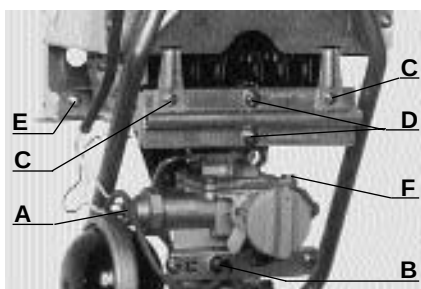

Fig. 7
**De gaz naturel en Butane - Propane et vice-versa** (fig. 7 et 8)